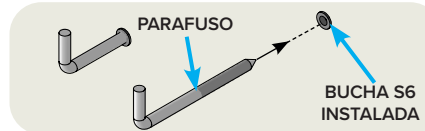

Figura 14 – Instalação dos Parafusos Escápula M5 x 70 mm
6. INSTALAR os Parafusos Escápula M5 x 70 mm nas Buchas S6. Rosquear até a profundidade adequada para a instalação do Toalheiro – aproximadamente 35 mm (Figura 14);